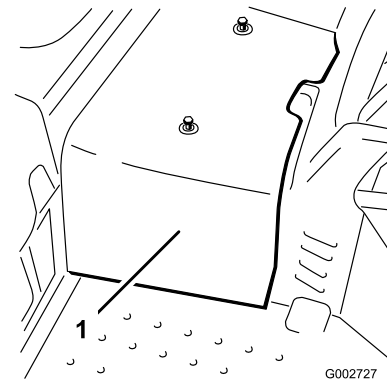

Figura 44
2. Afloje los 2 tornillos que fijan la cubierta central a la máquina y retire la cubierta (Figura 44).